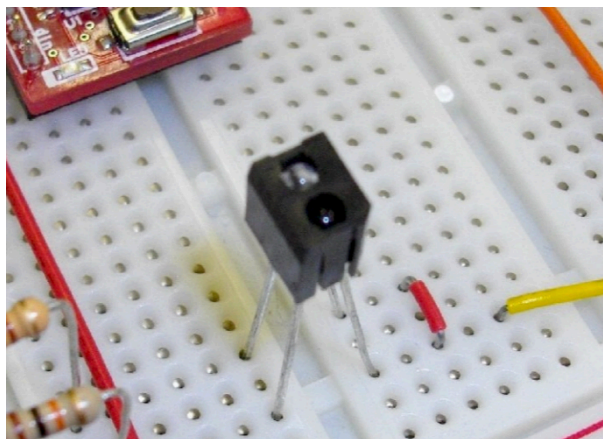

図 9: フトリフレクタ
1.3 図 9 の電子部品 (フトリフレクタ RPR-220) を次のような点から調べなさい。